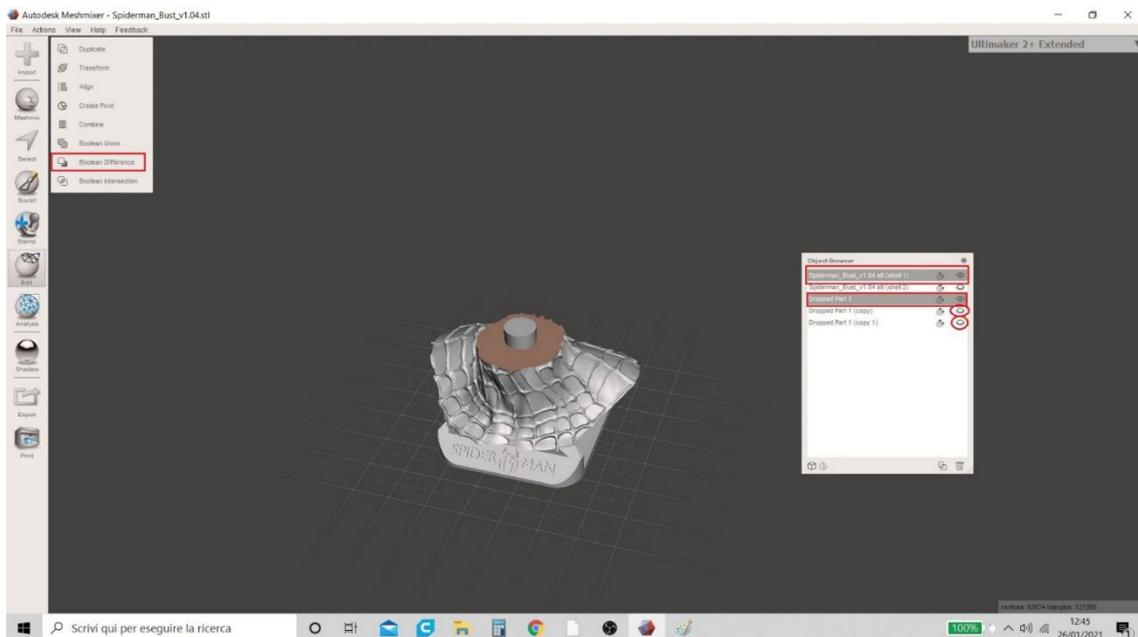

Figura 14 Meshmixer
7. A questo punto, l'utente deve selezionare contemporaneamente i modelli "Shell 1" e "Dropped Part 1". Per eseguire correttamente questa operazione, è necessario selezionare il modello "Shell 1", tenere premuto il tasto "Maiusc" e anche fare clic sul secondo modello "Parte eliminata 1" (OSS: la selezione dei modelli non deve essere effettuata facendo clic sui rispettivi nomi nella tabella, ma direttamente nell'area di lavoro). Una volta selezionato, verrà visualizzata una tabella e l'utente dovrà scegliere la funzione "Boolean Difference" (Figura 14 Meshmixer).